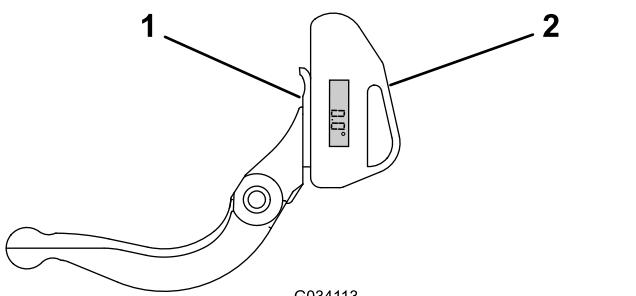

Figura 25
1. Coloque o indicador do ângulo no lado inferior da lâmina de corte, como se mostra na Figura 25.